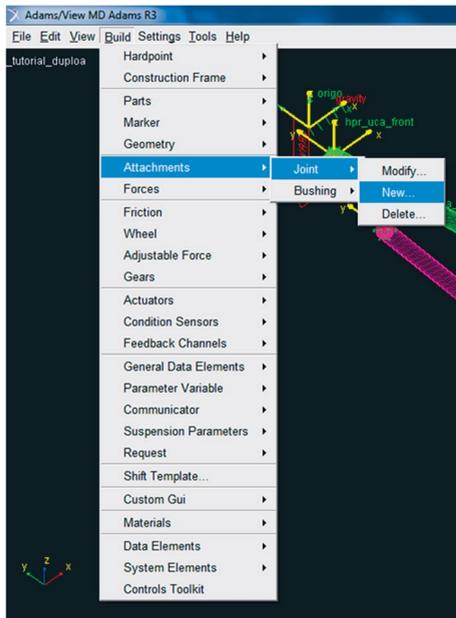

Figura 5.127 – Janela correspondente ao menu para criação da Junta 7.
- Acesse o menu *Build* → *Attachments* → *Joint* → *New* (Figura 5.127).